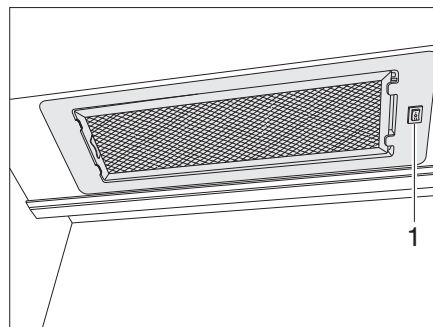

Fig. 136 Hotte aspirante
- Allumer et éteindre la hotte aspirante avec l'interrupteur (Fig. 136,1).